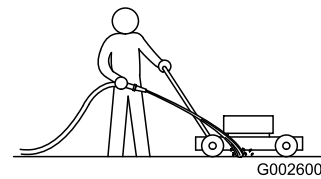

Figura 36
1. Collocate il tosaerba su una superficie piana pavimentata, con il motore acceso, e spruzzate un getto d'acqua davanti alla ruota **destra** posteriore (Figura 36).